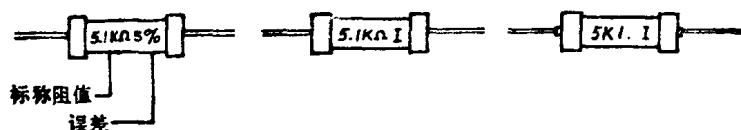

图 1—6
② 色标法。它是用 4~5 条色带（或色点）打印在电阻体上，以表示其阻值和允许偏差的方法，如图 1—7 所示。各色带（点）的意义，以及各色带